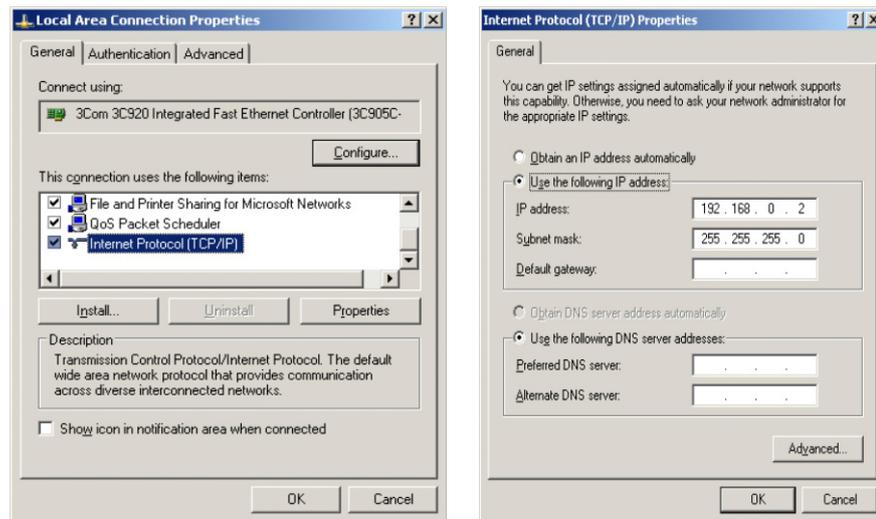

Figura B-6: Cuadros de diálogo "Propiedades de conexión LAN" y "Propiedades del protocolo de Internet (TCP/IP)"
7. En el campo "Propiedades" (Figura B-6), seleccione "Protocolo de Internet (TCP/IP)" y haga clic en "Propiedades". Se abre la ventana "Propiedades del protocolo de Internet (TCP/IP)" (véase la Figura B-6, derecha).